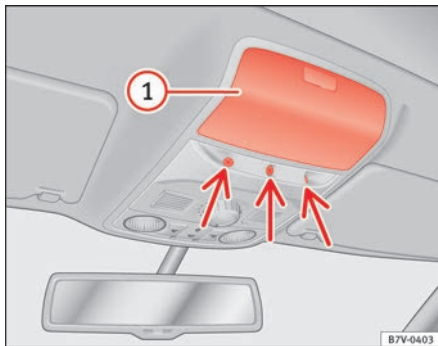

Abb. 49 In der Dachkonsole: Sensoren der Innenraumüberwachung.
Ablagefach ⇒ Abb. 49 ① in der Dachkonsole schließen, da sonst die Funktion der Innenraumüberwachung (Pfeile) nicht uneingeschränkt gewährleistet ist.